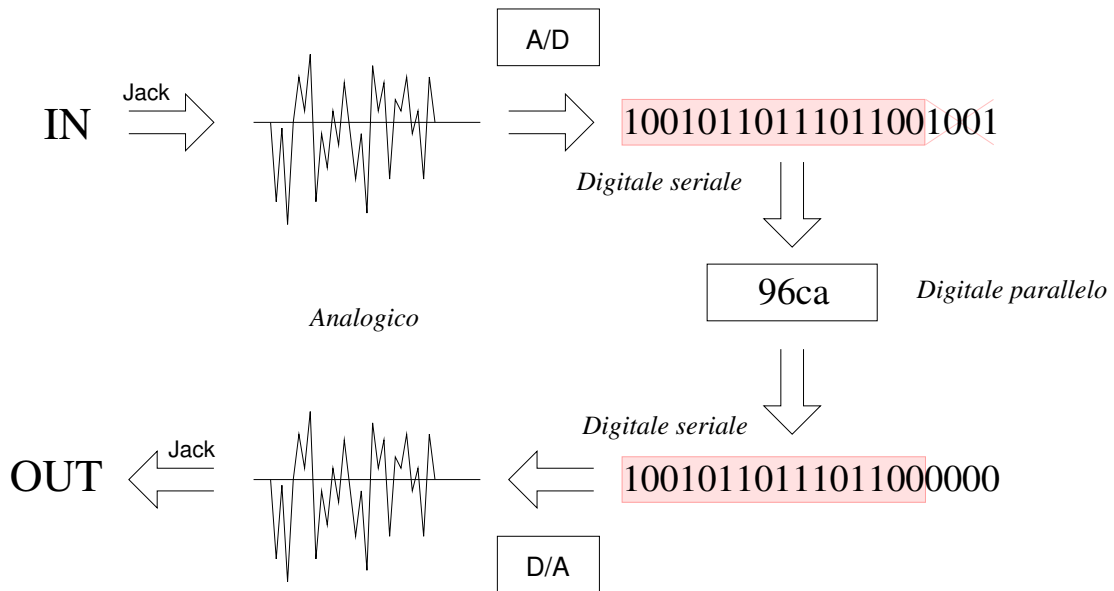

Figura 1: Schema logico del progetto
- la scelta di utilizzare solo 16 bit deriva dal fatto (banale) che risulta molto più comodo lavorare con 2 byte anziché con due byte e mezzo... (si pensi ad esempio alle memorie SDRAM presenti sulle scheda XSA, organizzate in celle da 16 bit); in questo caso vengono trascurati i 4 bit meno significativi, forzati a zero all'uscita (come mostrato in figura 1).